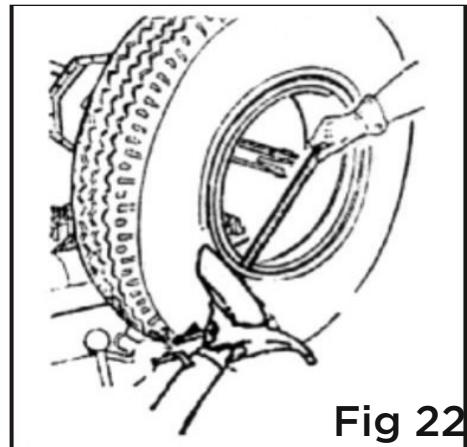

Fig 22
- 5) Comme le montre la figure 22, utilisez le pied-de-biche pour déplacer l'ouverture de la bague de presse-talon sur le bord de la jante, puis utilisez le disque pour appuyer de l'intérieur et faites tourner l'arbre principal dans le sens inverse des aiguilles d'une montre.